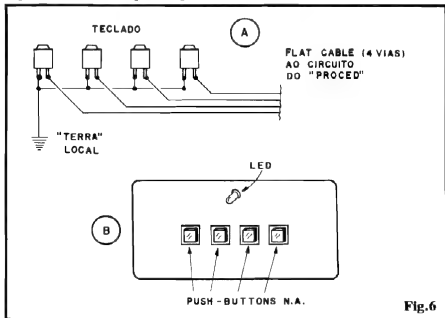

Fig. 6
- **FIG. 6 - CONEXÕES DO TECLADO E CONFIGURAÇÃO DO PAINEL DE DIGITAÇÃO** - Conforme já foi dito, nada impede que o conjunto de 4 teclas seja instalado em ponto remoto (com relação à placa "mãe"). Nesse caso, a conexão ao ponto N da placa pode ser simplesmente desprezada (ver diagrama 6-A), desde que um dos terminais de cada **push-button** seja levado a um ponto "local" de "massa" (electricamente correspondendo ao negativo do sistema elétrico do carro...). Os outros terminais poderão ter suas conexões feitas via **flat-cable** com o conveniente número de vias (condutores). Em 6-B temos a sugestão mais óbvia para o painel